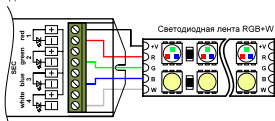
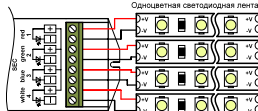

Рис.2. Подключение светодиодной ленты RGBW
Рис.5. Подключение одноцветной светодиодной ленты
- Согласно используемой схеме (Рис.2. - Рис.5.), подключите светодиодную ленту или другой совместимый светодиодный источник света к выходу SEC контроллера. Соблюдайте полярность и порядок подключения проводов к клеммам.